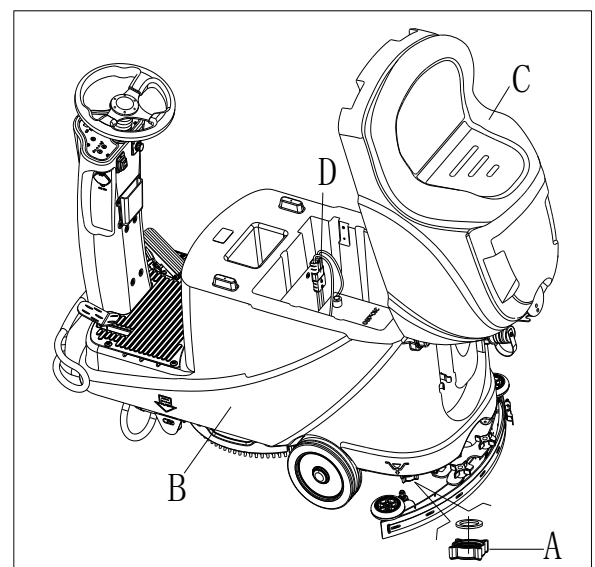

Figura 15
7. Esvazie o tanque de solução através da saída (A, Figura 15). De seguida, passe o tanque por água limpa.
2. Esvazie os tanques (B e C, Figura 15) como mostrado no parágrafo anterior.
2. Desligue o conector da bateria (D, Figura 15).